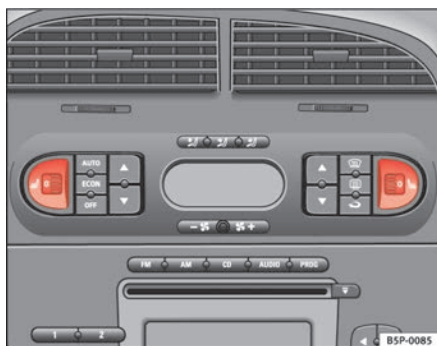

Fig. 95 Ruedecillas moleteadas de la calefacción de los asientos delanteros
- Gire la ruedecilla correspondiente ⇒ **fig. 95** para encender la calefacción del asiento. En la posición **0** la calefacción del asiento está desconectada.